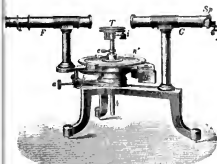

Fig. 4 Spektrometer IV. ($\frac{1}{2}$ natürlicher Grösse.)
f) Spektrometer IV. Fernrohr und Kollimator sind bei diesem Instrument (Fig. 4) wie bei den